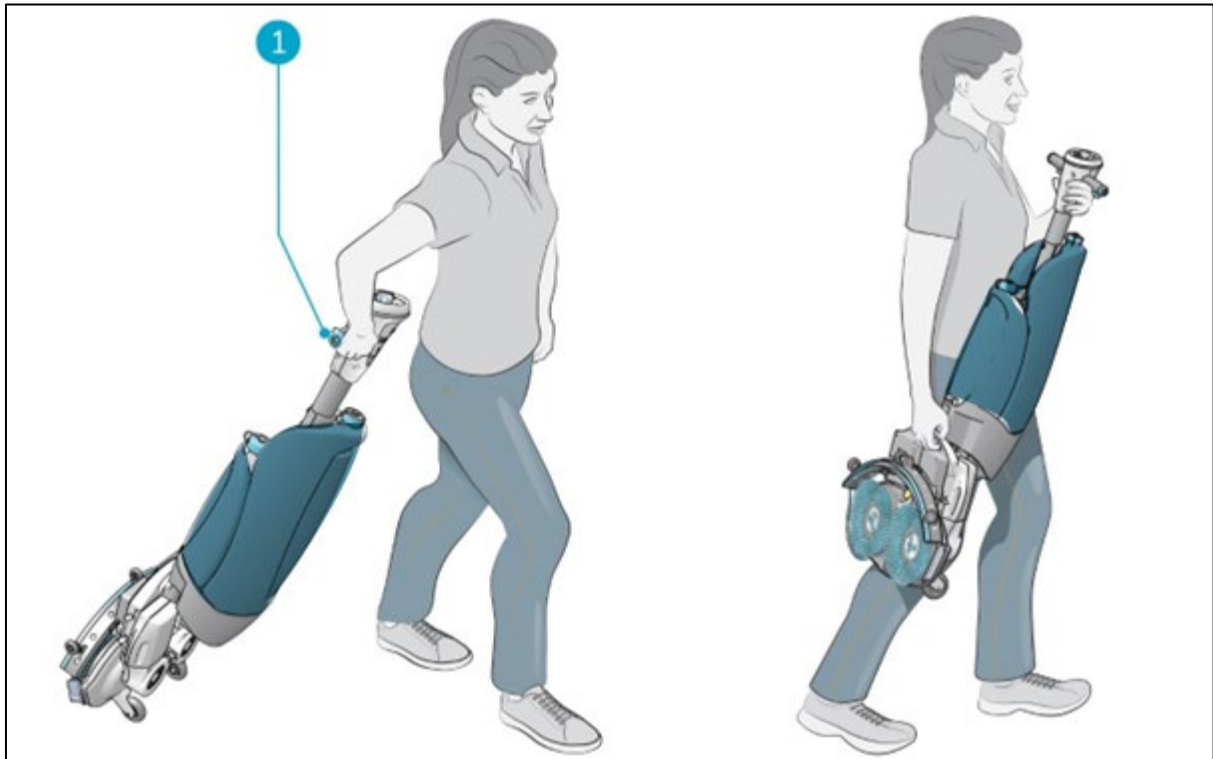

Figure 16
2. Tenez la poignée d'une main (Figure 16, pos. 1).